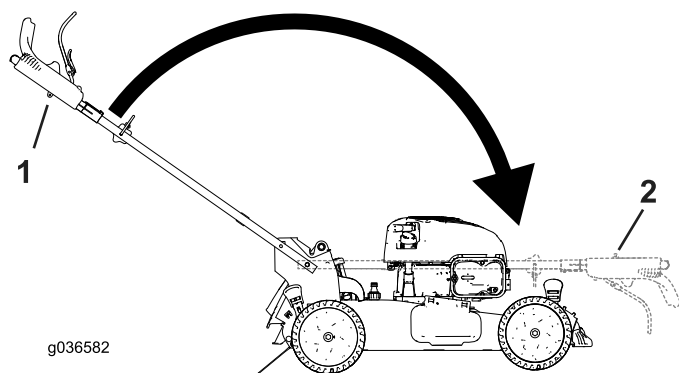

Рисунок 29
2. Сложите рукоятку, повернув ее вперед (Рисунок 29).